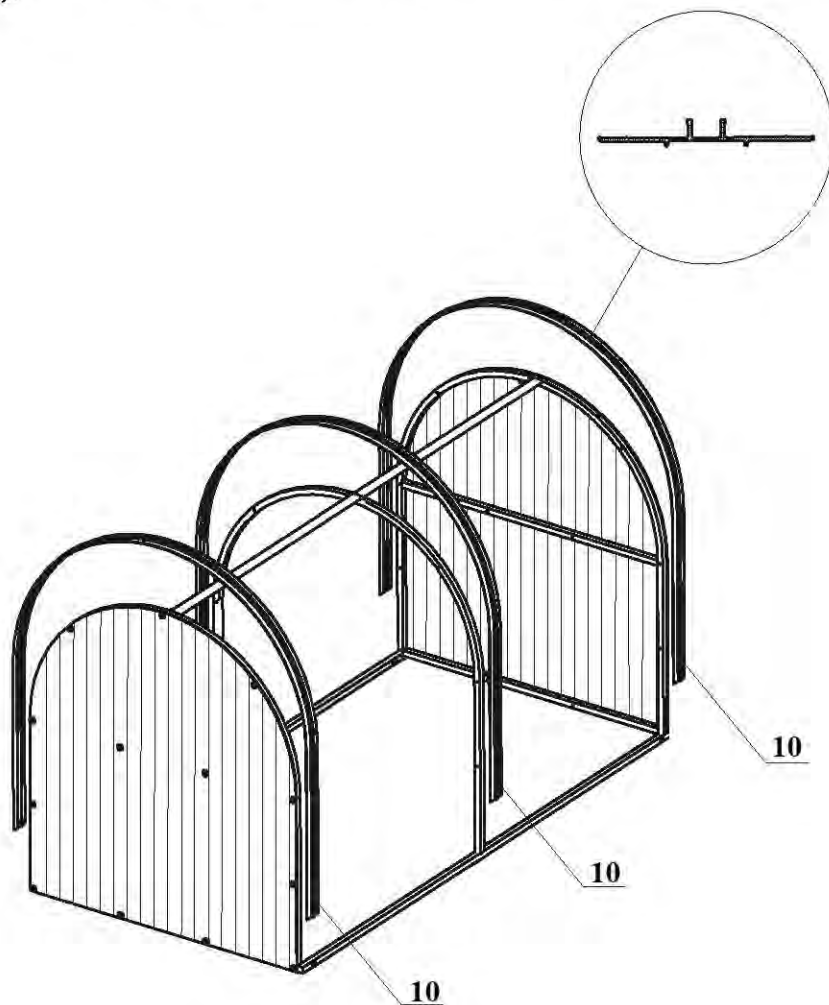
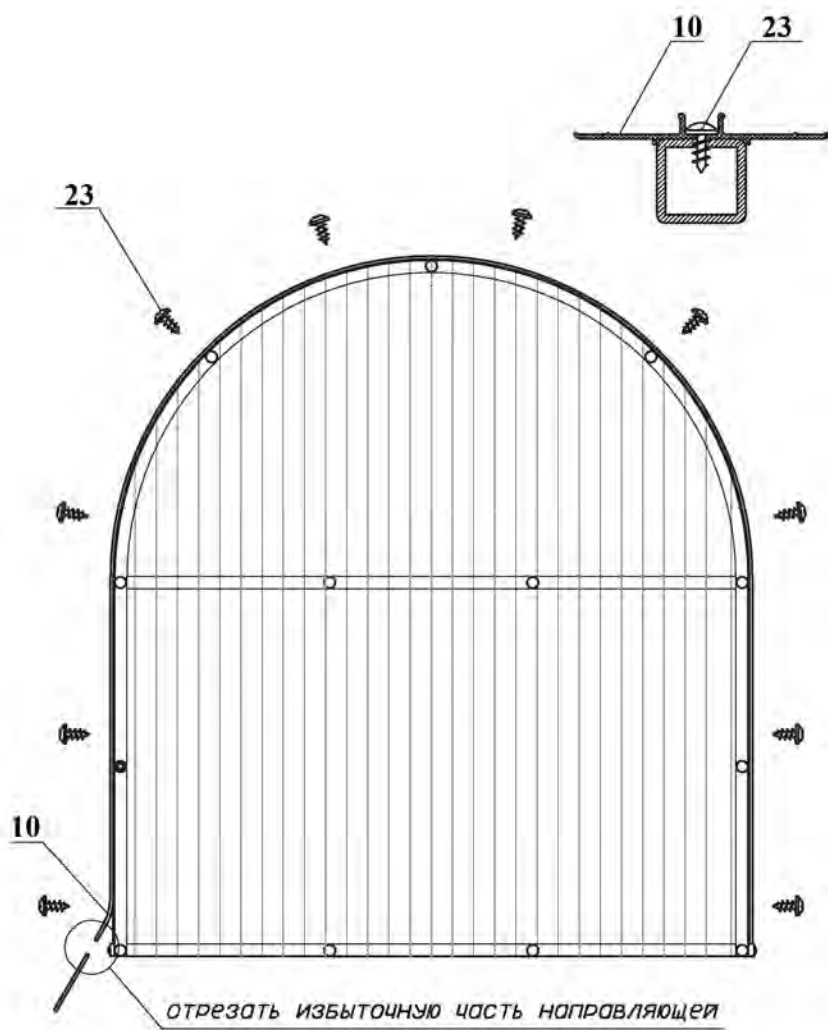

Рис. 4
Рис. 5
4.1 Возьмите наружную направляющую с одним замком (поз. 10), положите на дугу торца замком вверх (рис. 4), закрепите саморезом (поз. 23) (рис. 5).
4.2 Избыточную часть направляющей необходимо подрезать (рис. 5).